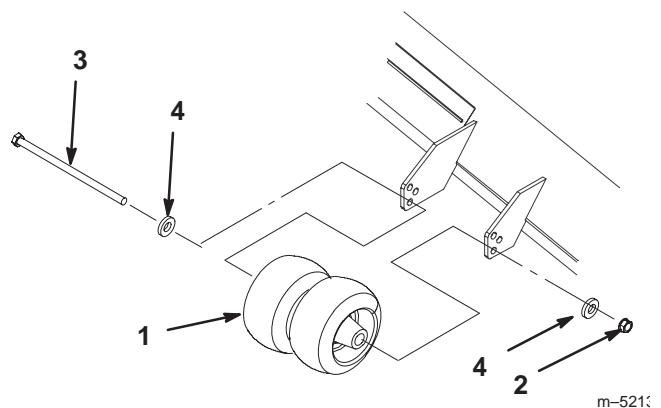

Bild 21
1. Entfernen Sie nach dem Einstellen der Schnithöhe die Schraube, Scheiben und Mutter (Bild 21).
2. Wählen Sie eine passende Lochposition, so dass die Radstelzen mindestens 9,5 mm vom Boden abgehoben sind, damit die jeweilige Schnithöhe effektiv wird (Bild 21).
3. Bringen Sie die Schraube, Scheiben und Mutter wieder an (Bild 21).